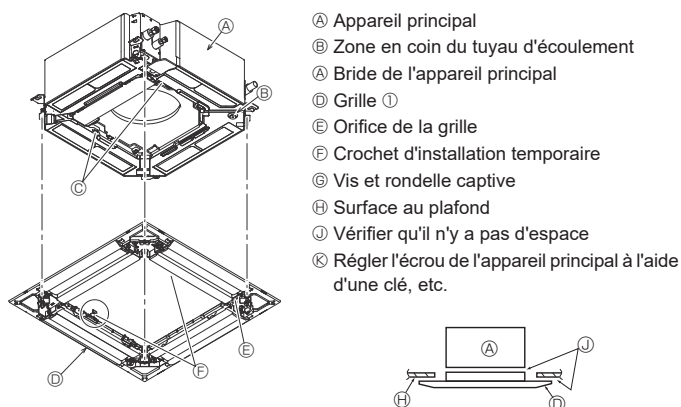

Fig. 9-6
9.4.2. Mise en place provisoire de la grille (Fig. 9-6)
- Fixez la grille sur l'appareil principal en serrant les vis mises en place au préalable. (Fig. 9-6)
Remarque : Vérifiez qu'il n'y a pas d'espace entre l'appareil principal et la grille ou entre la grille et la surface du plafond. (Fig. 9-6)